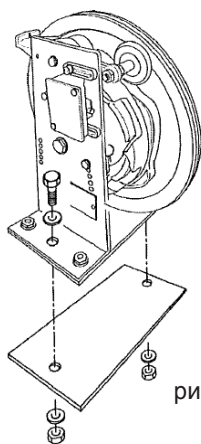

рис. 4
- Расположить ограничитель скорости над отверстием для троса и выровнять с помощью отвеса по тормозному устройству / ловителю (рис. 4).